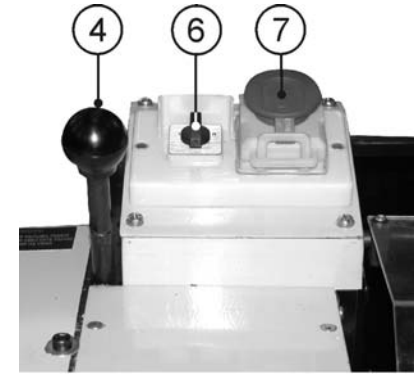

Рис. 14
10.2.2. Нажмите красную кнопку аварийного выключателя (7). Сдвиньте ее в направлении от себя, как показано стрелкой на кнопке аварийного выключателя (7). Откройте крышку аварийного выключателя (7) после нажатия на зелёную кнопку, при условии, что защитный щиток (31) опущен (установлено устройство отключения), и переключатель направления вращения шпинделя (6) установлен в одно из положений направления вращения шпинделя. Станок включится (начнёт вращаться шпиндель), Рис.14.
10.2.4. Направление вращения шпинделя определяется положением переключателя направления вращения шпинделя (6), Рис.14.
10.6.2. Для замены шестерен убедитесь, что аварийный выключатель (7) установлен в положение ВЫКЛ., станок отключен от источника питания, Рис.14.